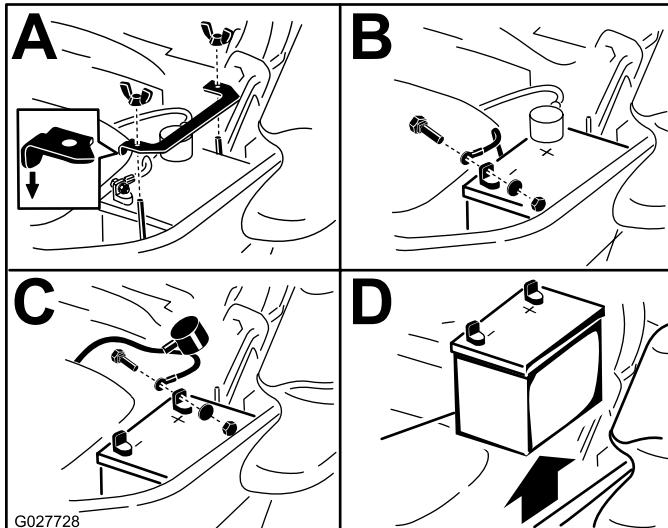

Figura 57
- Retire la batería, según se muestra en Figura 57.